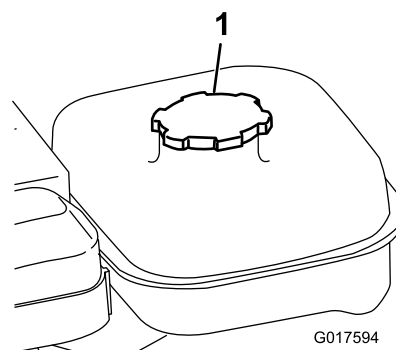

Figura 16
1. Pulite l'area intorno al tappo del serbatoio del carburante e togliete il tappo (Figura 16).